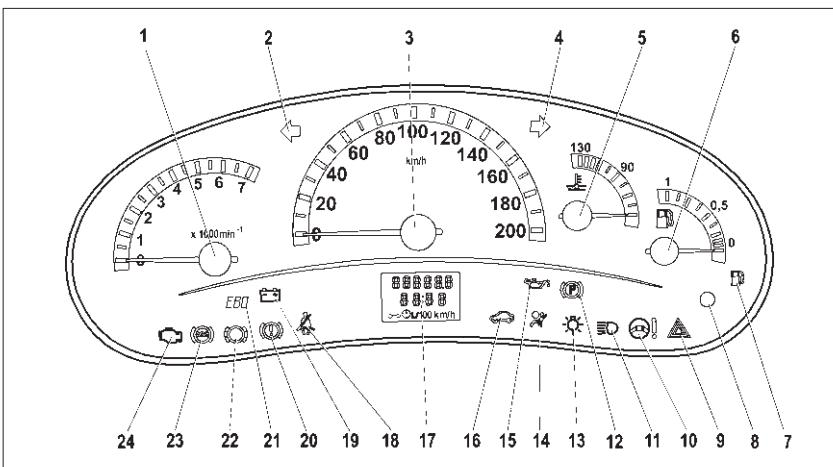

Рис. 30. Комбинация приборов
**Рис. 30а. Комбинация приборов с навигатором**
В вариантах исполнениях автомобиль может оснащаться навигационным оборудованием с дисплеем 1 в комбинации приборов (рис. 30а). Подробное описание